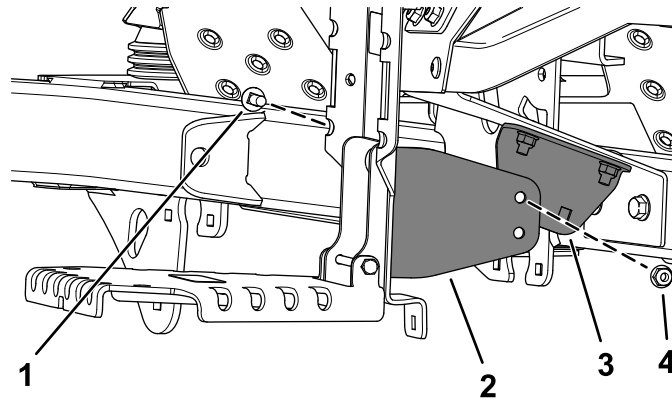

Figura 12
5. Sujete el soporte inferior al soporte interior, debajo de la cubierta de la consola, con 1 perno (5/16" x 7/8") y 1 tuerca (5/16"), como se muestra en la Figura 12.